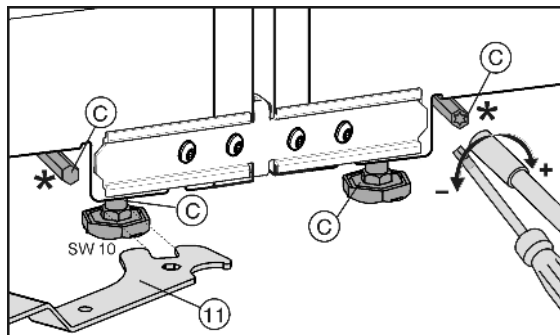

Fig. 8
De fremre justeringsføttene justeres med vedlagte skrunøkkel Fig. 8 (11), og de bakre justeringsføttene* justeres med en skrutrekker torx® 25.